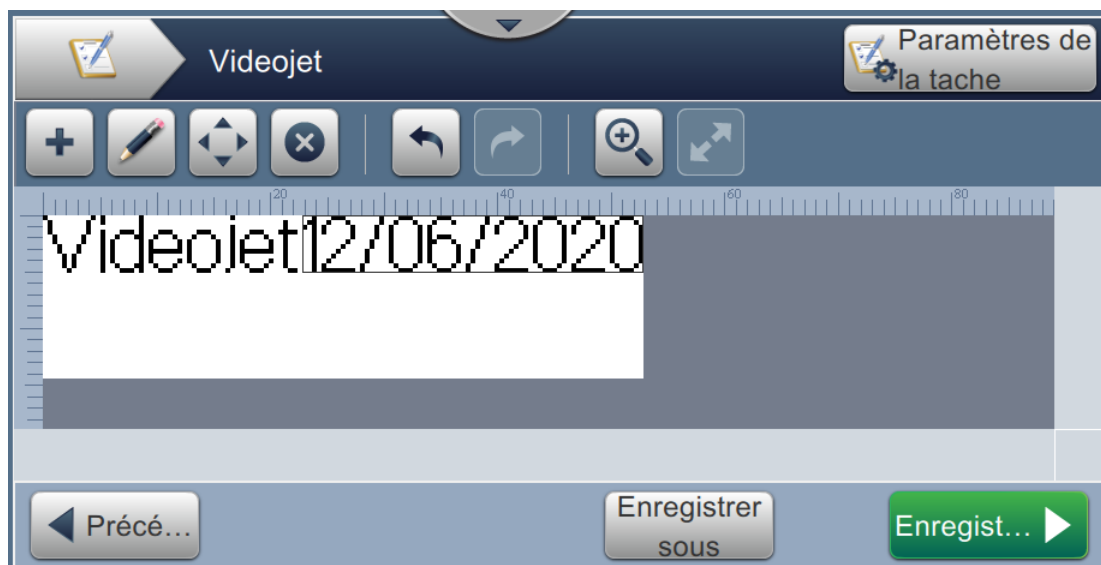

Figure 5-24 : Champ Date
21. Appuyez sur le bouton  pour enregistrer les modifications apportées. Le champ de la date est inséré dans la tâche tel qu'illustré dans la Figure 5-24.